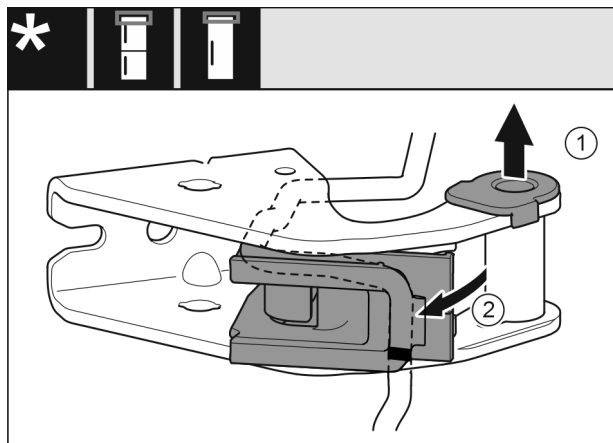

Fig. 14
- ▶ Extrageți cuzinetul din ghidaj. Fig. 14 (1)
- ▶ Rabatați în exterior suportul de cablu. Fig. 14 (2)